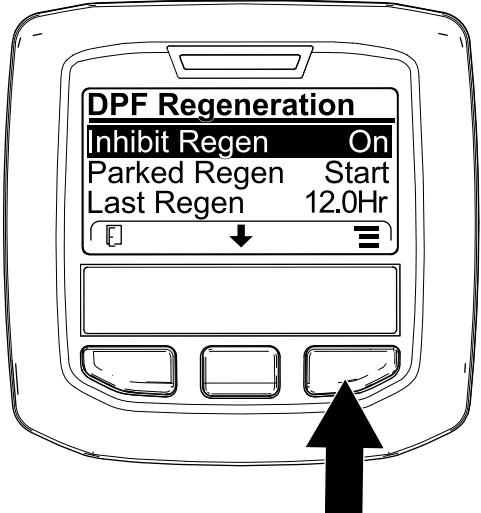
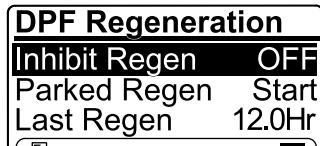

Figure 76
Figure 77
- Ouvrez le menu DPF Regeneration (régénération du FAP), appuyez sur le bouton central pour naviguer jusqu'à l'option INHIBIT REGEN (interdiction de régénération), et appuyez sur le bouton droit pour la sélectionner (Figure 76).
- Appuyez sur le bouton droit pour changer l'option d'interdiction de régénération de On (activée) à Off (désactivée) (Figure 76) ou inversement (Figure 77).